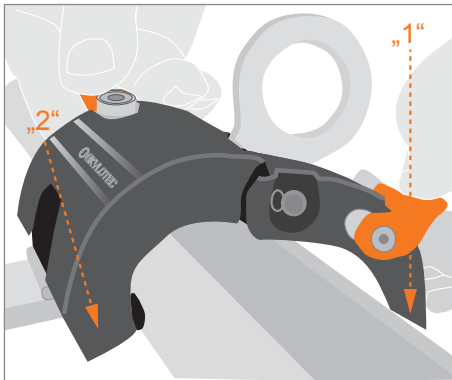

Abb. 4
5. hier ist zu kontrollieren, ob an den Sperrtasten die grüne Markierung zu sehen sind und an den seitlichen Wellen die roten Markierungen „nicht“ mehr zu sehen sind. (Abb.4)
5. Here you must check whether the green mark can be seen on the lock buttons, and whether the red marks can no longer be seen on the side shafts (Fig. 4)